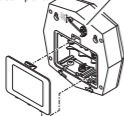
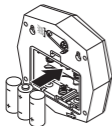

Figura 2
Figura 3
2. **Coloque las 3 pilas alcalinas "C".** Presione el seguro en la parte de atrás de la campana y levante la tapa de la pila (vea la Figura 2). Instale 3 baterías alcalinas "C" (no se incluyen) en la campanilla. Asegúrese de que las baterías estén instaladas según el diagrama del interior de la campanilla (vea la Figura 3). Volver a colocar la puerta de acceso de la batería sobre la parte posterior de la campanilla.
4. **Ajuste el control del volumen al volumen deseado (vea la Figura 2).**